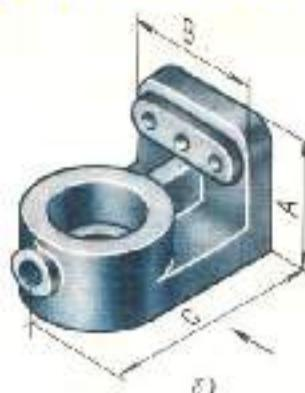

Рис. 1
**Завдання: по наочному зображеню побудувати ескіз деталі (рис.1).**